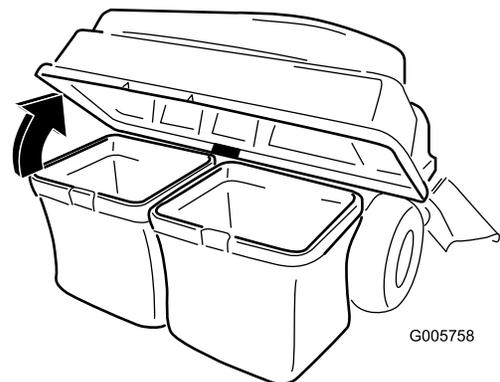

Figura 28
3. Abra (levante) la tapa del ensacador (Figura 28).